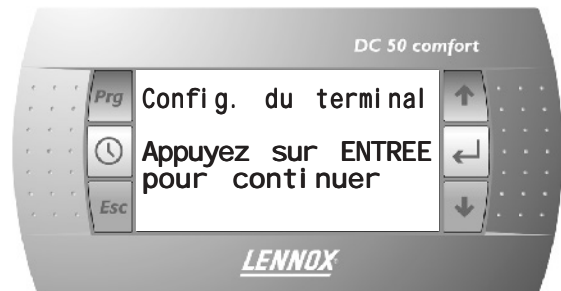

Fig. 31
- L'écran illustré à la ← s'affiche si la touche **fig 31**.